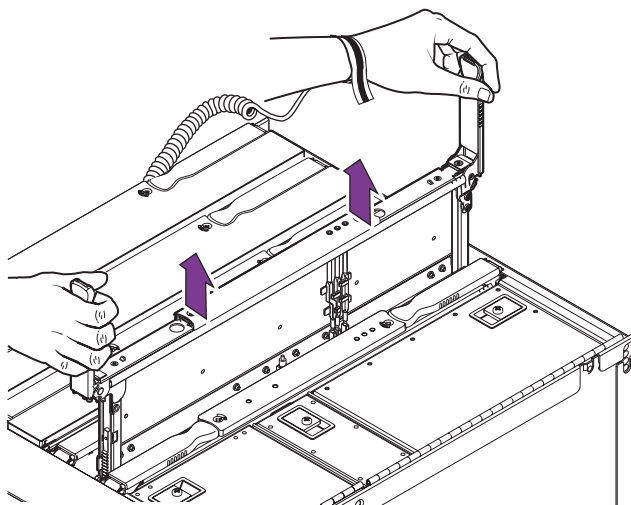

図 11-3 L2 リピータボードの持ち上げ
11. 取り外しレバーを持って上方向に引き、緑色のパネルが見えるまで L2 リピータボードを持ち上げます (図 11-3)。
12. 緑色のパネルを持って、L2 リピータボードをシステムから持ち上げます (図 11-3)。
7. 取り外しレバーの持ち方を変えて、所定の位置に固定されるまでレバーを押し下げます (図 11-3)。